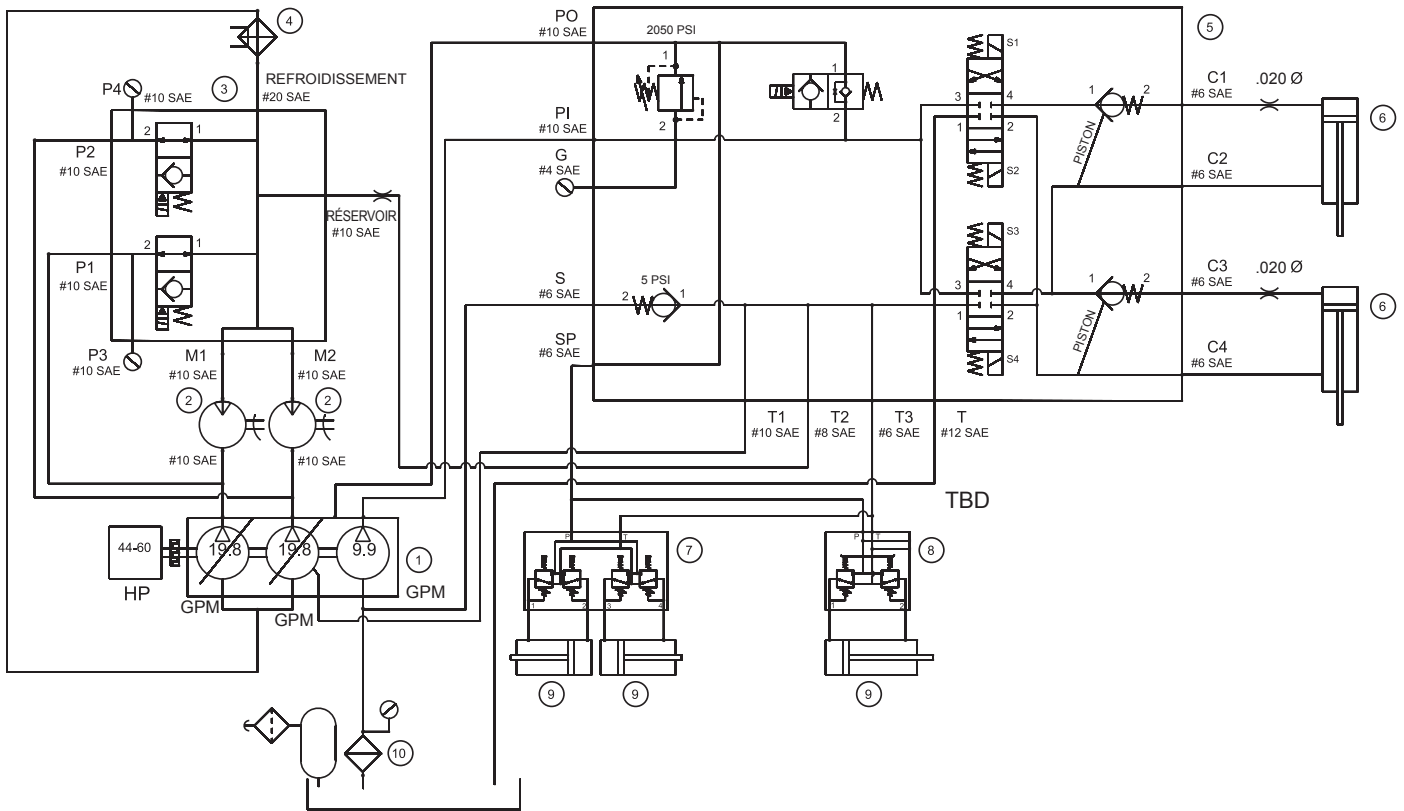

**Figure 53. Réglage de la pression d'inclinaison**
2. Le moteur éteint (sur OFF), retirer le couvercle d'extrémité (figure 53) sur la soupape de décharge.